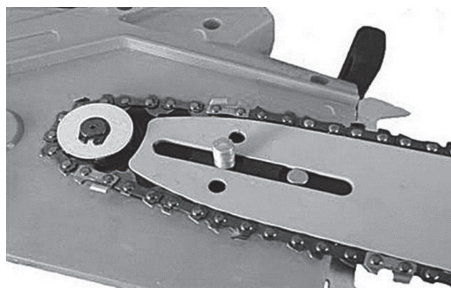

Рис.3 Установка шины и цепи.
- Установите цепь на шину. Цепь установите таким образом, чтобы после установки зубья цепи своими режущими кромками были расположены вперед по ходу движения цепи, т.е. по часовой стрелке (соответствующее обозначение имеется на крышке шины). Введите в зацепление ведущие звенья цепи с зубьями ведущей звездочки и установите шину на шпильку (Рис.3).